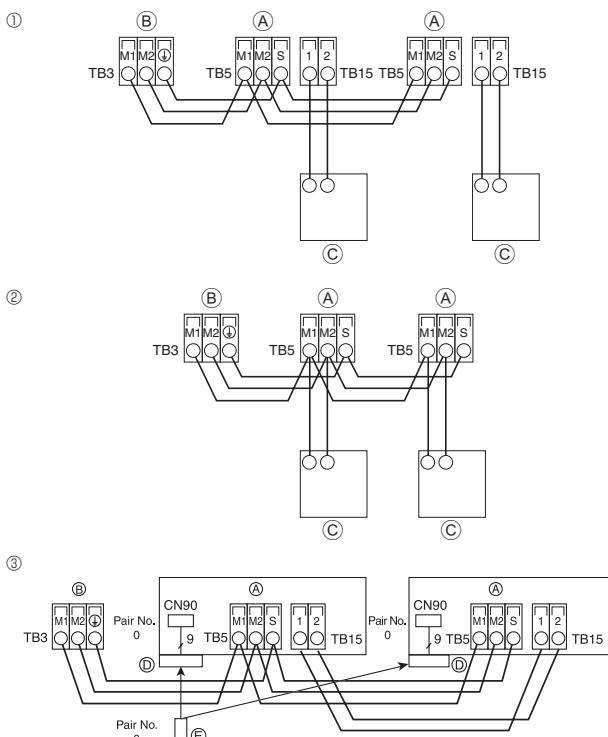
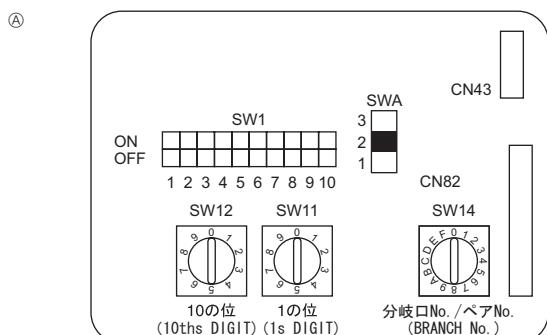

Fig. 6-3
Fig. 6-4
6.4. Conexión de los cables de transmisión del mando a distancia y de las unidades exterior e interior (Fig. 6-3)
- ① Mando a distancia MA
- ② Mando a distancia M-NET
- ③ Controlador remoto inalámbrico (al instalar un receptor de señales inalámbricas)
- Ⓑ Bloque de terminales para el cable de transmisión exterior (M1(A), M2(B), ④(S))
6.5. Configuración de las direcciones (Fig. 6-4)